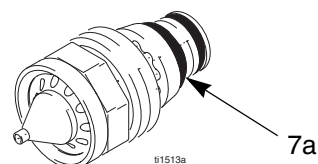

Abb. 21. Leitfähiger O-Ring der Düse
6. Der Metallkontakt (C) im Pistolengehäuse, der Düsen- kontaktring (7a, ABB. 21.) und der Elektrodenkontakt (E) müssen sauber und unbeschädigt sein.